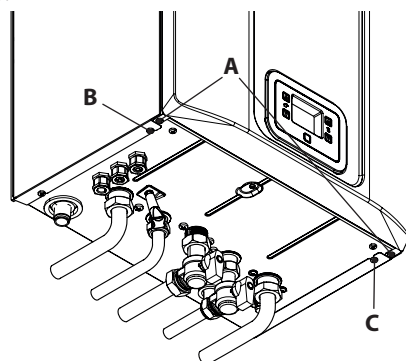
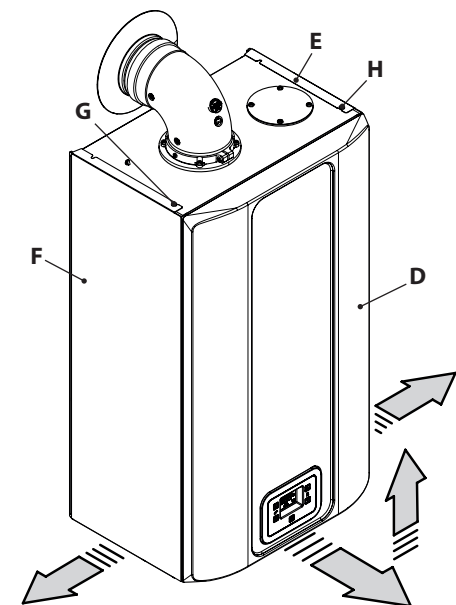

Figura 9.11
Figura 9.12
- Svitare le viti **A** e rimuovere il pannello frontale **D** tirandolo a sé e quindi spingendolo verso l'alto in modo da liberarlo dalle sedi superiori (Figura 9.11 e Figura 9.12).
Allentare le viti **B**, **C**, **G** e **H** in Figura 9.11 e togliere i due pannelli laterali **E** e **F** tirandoli verso l'esterno.